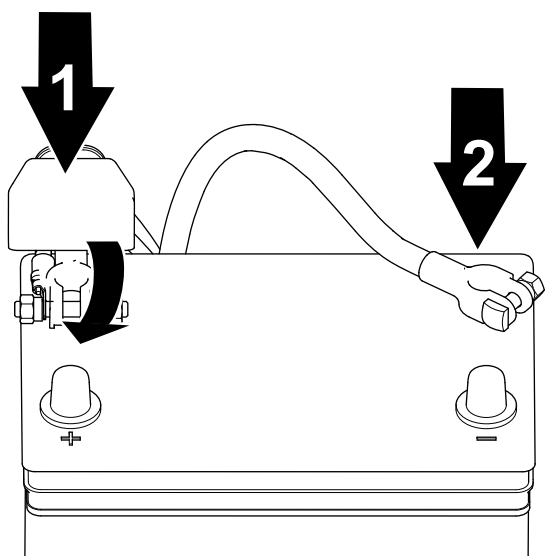

Figura 39
2. Conectai cablul pozitiv la baterie și strângeți piulia clemei bateriei (Figura 39).
3. Conectai cablul negativ la baterie și strângeți piulia clemei bateriei (Figura 39).